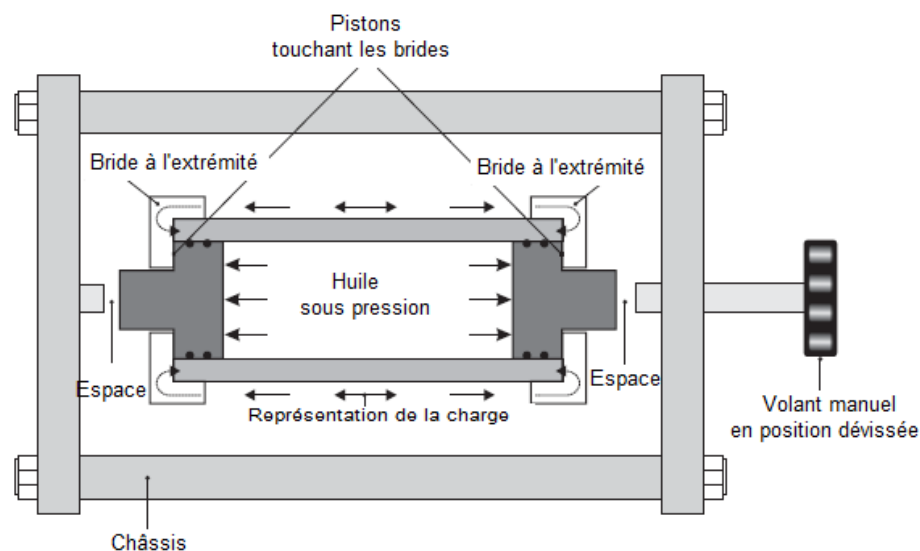

Figure 3 Conditions avec les Extrémités Fermées
- Lorsque l'utilisateur dévisse le volant manuel, la poussée des pistons s'exerce contre les brides situées à l'extrémité du cylindre qui est alors en configuration 'extrémités fermées'. La contrainte axiale (longitudinale) est alors transmise sur la paroi du cylindre (voir la figure 3).